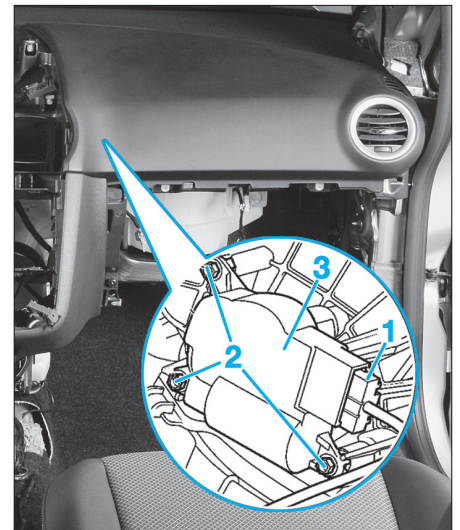

Fig. 25
- Débrancher le connecteur (1) (Fig.25).